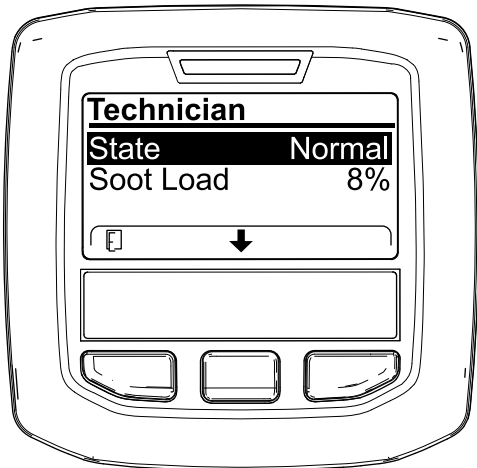

Figura 31
- Utilize a tabela de funcionamento do DPF para compreender o estado atual do funcionamento do DPF (Figura 31).